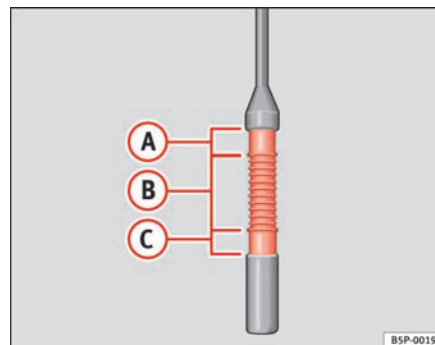

Fig. 125 Oliepind
- Træk oliepinden ud igen, og aflæs oliestanden ⇒ fig. 125.
Hvis oliestanden er i måleområde ⇒ side 172, fig. 125 **(A)**, må du ikke fylde mere olie på.